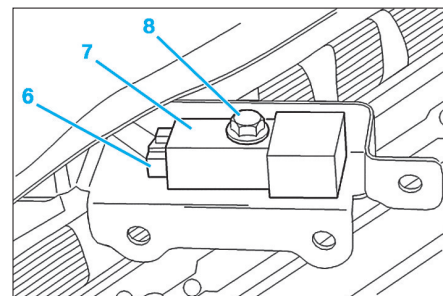

Fig. 27
- Déposer (Fig.27) :
- le connecteur (6),
- la vis (7),
- le capteur d'accélération (8).